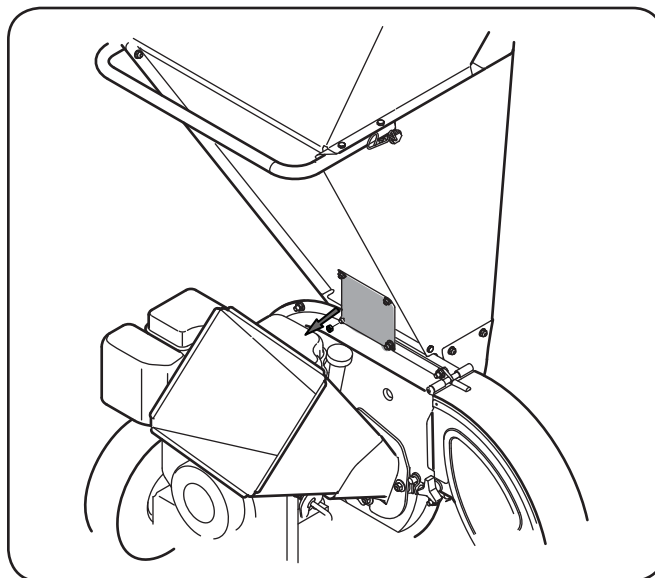

Figure 7-2
2. Retirez les deux écrous à embase (et les deux boulons hexagonaux) qui retiennent le support de la trémie au boîtier et conservez-les. Voir la Fig. 7-2.